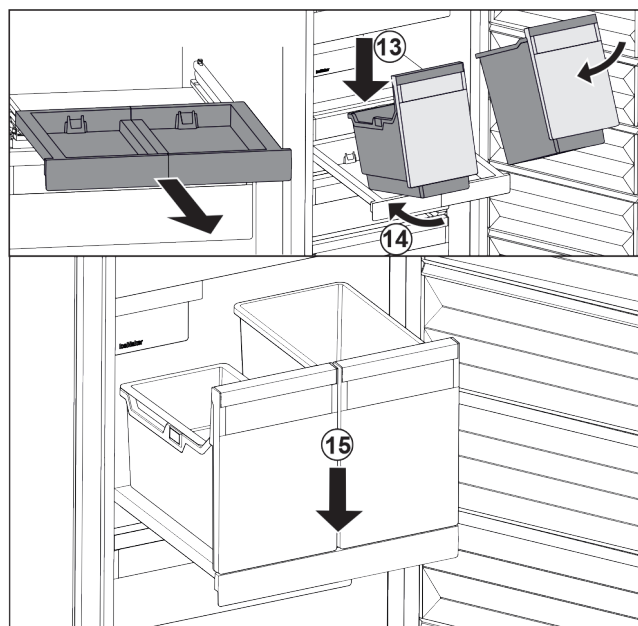

Fig. 47
- ▶ Applicare i contenitori in modo inclinato sul ripiano estraibile. *Fig. 47 (13)*
- ▶ Inserire il contenitore in modo inclinato verso la parte posteriore. *Fig. 47 (14)*
- ▶ Abbassare il contenitore nella parte anteriore. *Fig. 47 (15)*